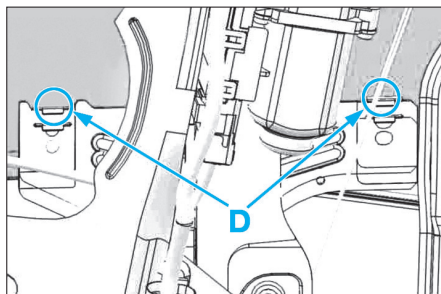

Fig. 75
- Déclipper la vitre en (D) (Fig.75).